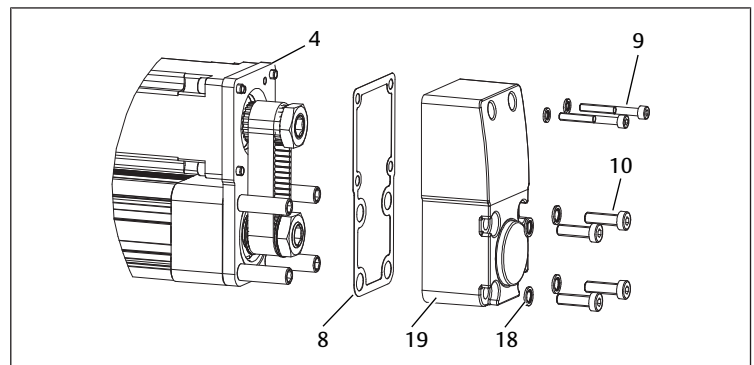

Bild 18: Montering av växellock
1. Placera en platt tätning (8) mellan växellock (19) och mellanplatta (4).
2. Skjut tättningsbrickorna (18) över skruvarna för infälld gängbussning (9/10).
3. Sätt fast växellocket. Se → Bild 18.